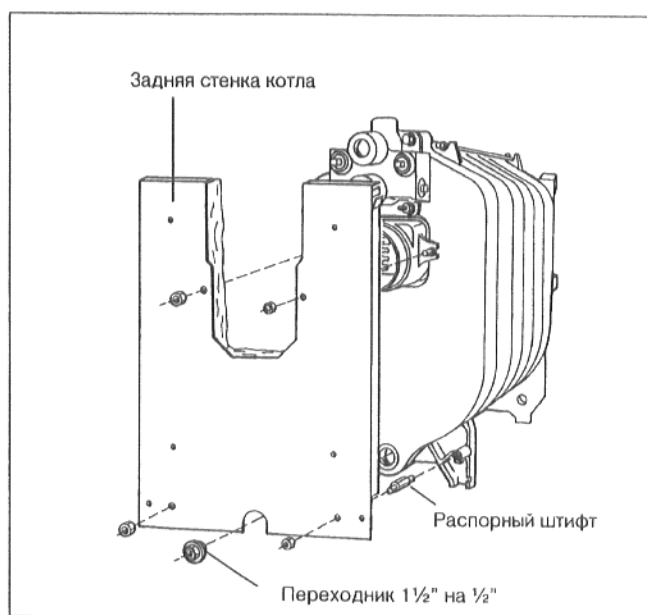

рис. 17
- Вставить заднюю стенку котла сверху на две резьбовые шпильки и внизу на распорные штифты и привинтить с помощью гаек (рис. 17).
- Вставить герметично кран наполнения и опорожнения котла в переходник 1½" на ½" (рис. 17).